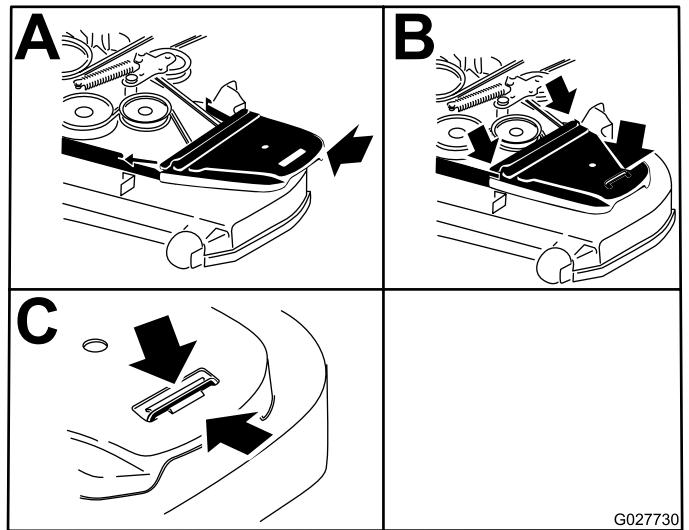

Figura 103
11. Instale as coberturas da correia (Figura 103).